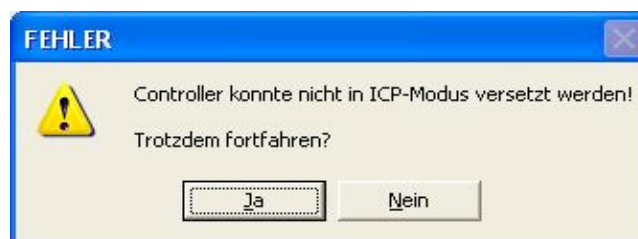

Abb.22
- Meldung (Abb.22) mit „JA“ bestätigen